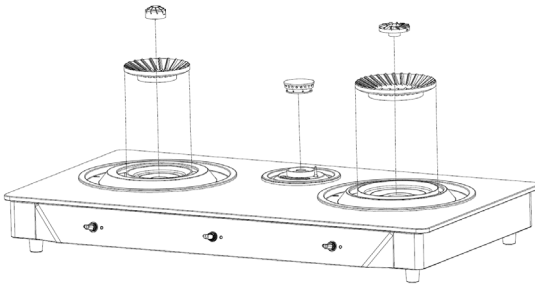

Figure 2
2. Vérifiez et ajustez le capuchon du brûleur et le brûleur jusqu'à ce qu'ils correspondent (voir figure 2).